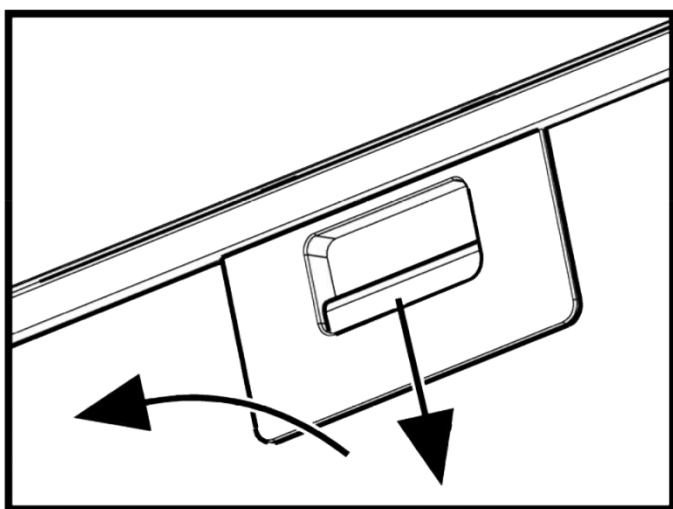

Рис.6
7.10 Для зняття алюмінієвого фільтра (**рис.6**) слід натиснути на пружинну засувку і, потягнувши на себе і вниз, зняти фільтр з панелі. Установку фільтра виконати в зворотному порядку. **Не встановлюйте фільтр після миття до його повного висихання.**